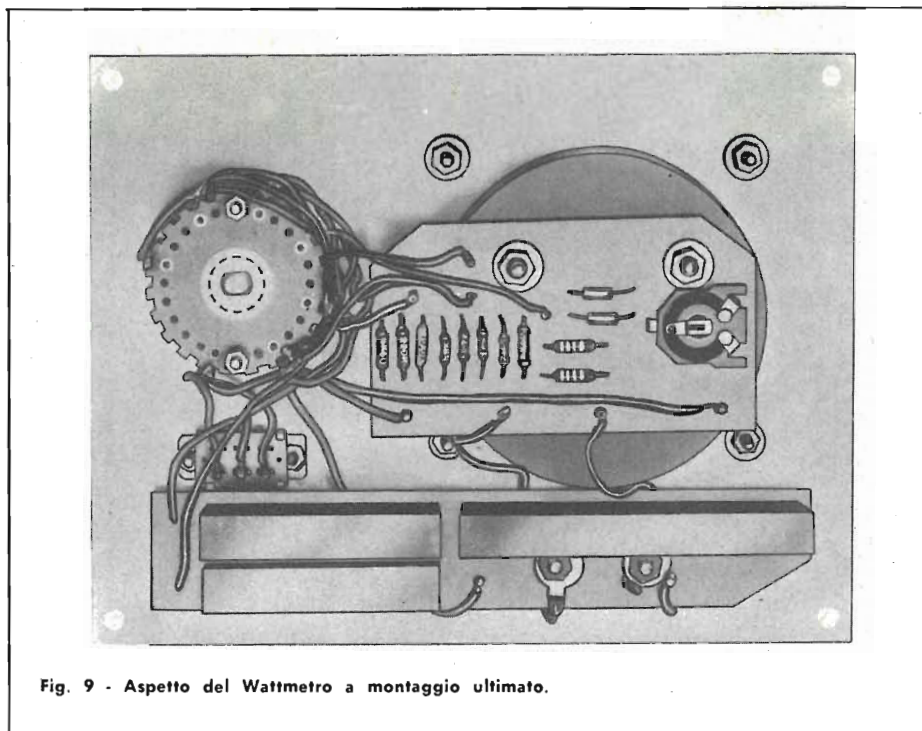

Fig. 9 - Aspetto del Wattmetro a montaggio ultimato.
- Montare il circuito stampato CS1 allo strumento fig. 9.
- Montare il circuito stampato CS2 ai morsetti serrafilo, mettere il capocorda e fissarlo con i relativi dadi fig. 9.